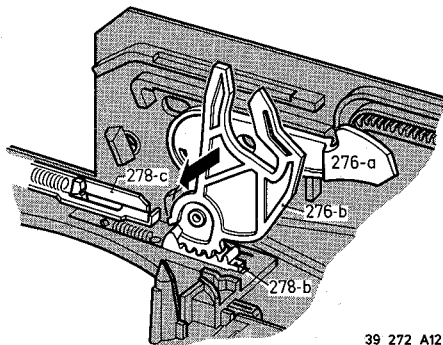

Fig. 3-1-23
- Einfädelring nach links verdrehen, bis Schieber Pos. 278 sich nach hinten schieben läßt, weissen Liftantriebshebel in senkrechte Lage bringen und Hebel nach links abziehen (Abb. 3-1-23).